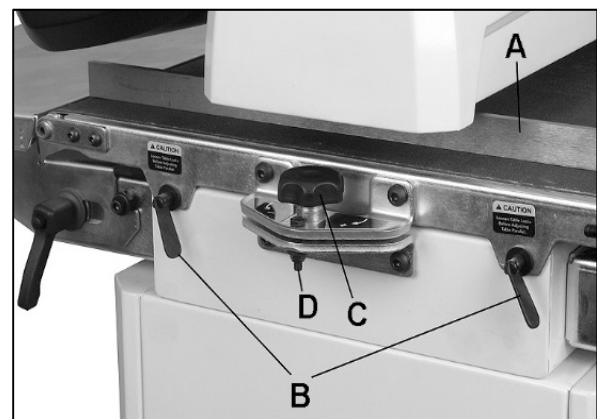

Abb. 8-4: Parallel Ausrichten der Trommel
3. Die Lehre auf der Außenseite der Trommel (A, Abb. 8-4) zwischen Trommel und Vorschubtisch einführen.
- Ist eine Stufe an der Überlappungsstelle sichtbar, den Vorschubtisch durch Drehen des Einstellknaufs (C, Abb. 8-4) weiter absenken.
Hinweis: Beim Schleifen von schmalen Schleifgut in einem Durchgang, den Vorschubtisch wieder in die parallele Position bringen. Den Einstellknopf in die entgegengesetzte Richtung drehen, bis die Sicherungsmutter (D, Abb. 8-4) berührt wird. Die Sicherungsmutter dient als Festanschlag zur schnellen Rückkehr auf parallel.